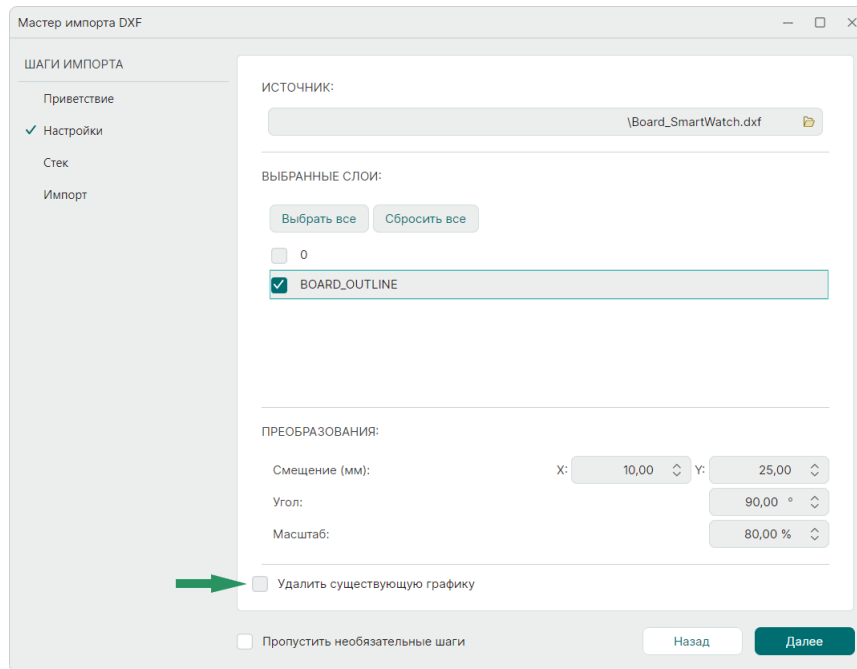

Рис. 9 Преобразование импортируемых объектов
5. При необходимости внесения изменений в импортируемые объекты установите соответствующие параметры в разделе «Преобразования» и нажмите «Далее», см. Рис. 9.